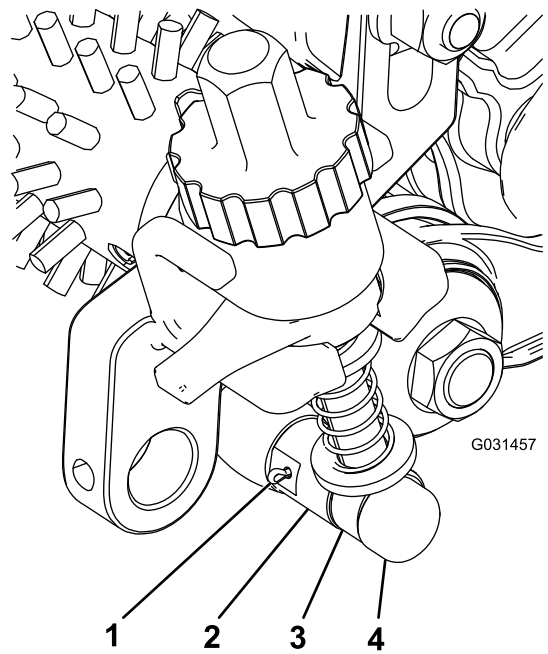

Figura 20
4. Alinee la varilla del brazo de ajuste cerca del conjunto tensor con el collar de ajuste del conjunto tensor y sujétela con un pasador de ajuste y una chaveta (Figura 20).